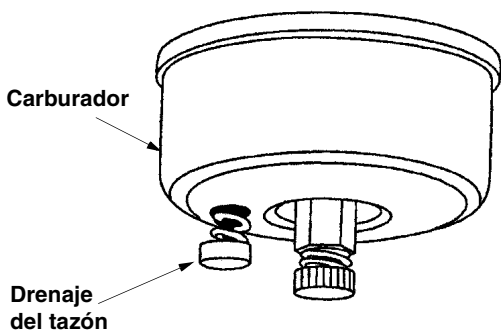

Figura 30
- Drene el carburador presionando hacia arriba sobre el drenaje del tazón, ubicado debajo de la cubierta del carburador. Vea la Figura 30.